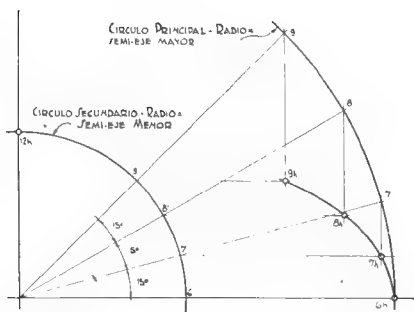

Figura 3.—Forma práctica de construir una elipse con ayuda de las circunferencias trazadas con radio igual a los semi-ejes.
La elipse puede ser trazada empleando cualquiera de los procedimientos conocidos. En forma práctica lo haremos por puntos, con ayuda de dos círculos concéntricos de radios iguales a los semi-ejes calculados, aplicación del teorema que dice que las ordenadas de la elipse se hallan en relación constante con las ordenadas correspondientes del círculo principal (figura 3). El círculo de radio mayor, o sea, el principal, representa en nuestro dibujo, el recorrido aparente del Sol en las 24 horas del día. Luego, cada división del mismo en arcos de  $15^\circ$ , corresponderá a una hora ( $360/24 = 15$ ), por lo que será conveniente el empleo de los puntos hallados en ésta forma, para el trazado de la elipse ya que nos quedará ésta directamente dividida en horas, cosa que puede tener su interés. Cuando en (1) el valor obtenido es negativo, el centro de la circunferencia se halla por encima de R, lo que se produce cuando la declinación es negativa, es decir, es Sud.